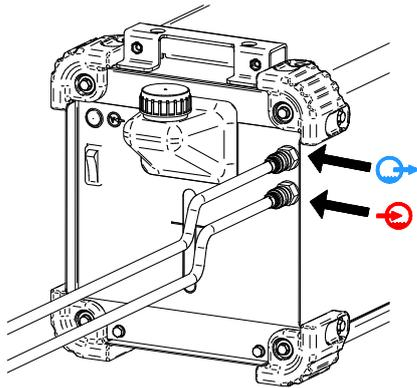

Figura 7.
- Conecte las mangueras de agua del enfriador a los conectores de entrada [5] y salida [4] (figura 7).
- Conecte las mangueras del enfriador – Figura 7.